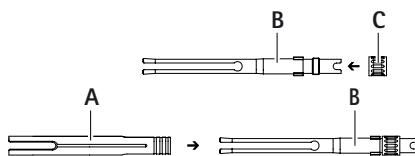

Fig. 10
- Deslizar a bucha externa A a partir da frente sobre a pinça tensora B, ver Fig. 10. Ter em atenção o alinhamento das ranhuras em relação às porcas em T. A extremidade ondulada da bucha de aperto deve apontar para o parafuso de aperto C para um melhor manuseamento.